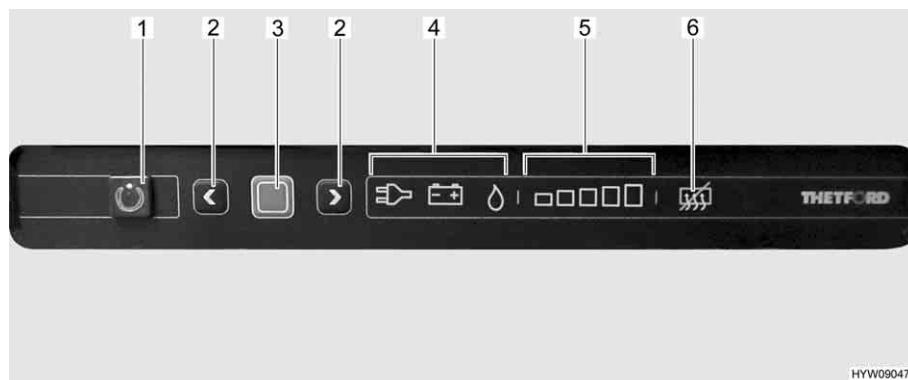

Fig. 162 Elementi di comando (frigorifero Thetford)
La modalità di funzionamento attuale è indicata da un simbolo luminoso (Fig. 162,4) sulla centralina di controllo.
Dopo l'accensione il frigorifero seleziona automaticamente la regolazione del termostato selezionata per ultimo. Questa impostazione può essere modificata manualmente con i tasti freccia (Fig. 162,2). Le barre luminose dell'indicatore del livello di refrigerazione (Fig. 162,5) visualizzano la temperatura selezionata sul termostato. Con i tasti freccia viene regolata la temperatura di refrigerazione per tutti i tre tipi di energia. Ci vogliono alcune ore prima che il frigorifero raggiunga la temperatura normale di esercizio. Cambiando la modalità di funzionamento la regolazione del termostato non viene modificata. La temperatura di refrigerazione è indipendente dal tipo di energia utilizzata.
- Premere il tasto On/Off (Fig. 162,1) per 1 secondo. Il tasto (Fig. 162,1) si illumina di verde. Dopo circa 10 secondi, l'indicatore viene attenuato per risparmiare energia.
- Premere il tasto di conferma (Fig. 162,3). L'impostazione attuale della modalità di funzionamento viene visualizzata.
- Se non è impostata la modalità di funzionamento a gas: Per modificare l'impostazione, premere il tasto di conferma (Fig. 162,3) per circa 2 secondi.
- Selezionare la modalità di funzionamento a gas con i tasti freccia (Fig. 162,2). L'alimentazione del gas è ora aperta. L'accensione avviene automaticamente. È udibile un ticchettio fino a quando procedura di accensione non è stata portata a termine.
- Premere il tasto di conferma (Fig. 162,3) per circa 2 secondi.
- Premere nuovamente il tasto di conferma (Fig. 162,3). Il livello di refrigerazione attuale viene indicato dalle barre luminose (Fig. 162,5).
- Per modificare l'impostazione, premere i tasti freccia (Fig. 162,2) fino a visualizzare l'impostazione desiderata.
- Premere il tasto On/Off (Fig. 162,1) per circa 2 secondi. Tutte le spie si spengono. Il frigorifero è spento.
- Se non è impostata la modalità di funzionamento 230 V: Per modificare l'impostazione, premere il tasto di conferma (Fig. 162,3) per circa 2 secondi.
- Selezionare la modalità di funzionamento 230 V con i tasti freccia (Fig. 162,2).
- Se non è impostata la modalità di funzionamento 12 V: Per modificare l'impostazione, premere il tasto di conferma (Fig. 162,3) per circa 2 secondi.
- Selezionare la modalità di funzionamento 12 V con i tasti freccia (Fig. 162,2).
- Premere contemporaneamente entrambi i tasti freccia (Fig. 162,2) e tenerli premuti per 2 secondi. Il simbolo di disattivazione della funzione anti-condensa (Fig. 162,6) si illumina.